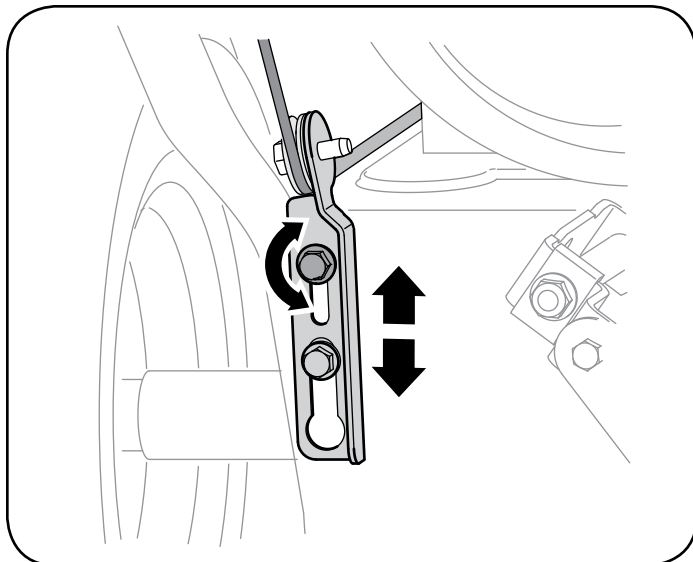

Figura 9
5. Deje la barrena engranada durante aproximadamente diez (10) segundos antes de soltar el control de la barrena. Repita esta operación varias veces.
8. Ubique la ménsula hacia arriba para brindar más juego (o hacia abajo para aumentar la tensión del cable). Vea la figura 9.